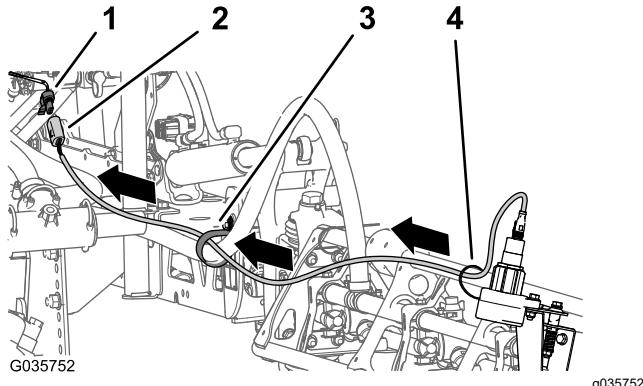

Bild 24
Stützklammer und den 4-Buchsen-Stecker des Kabelbaums vom Finishingkit für den Ultra Sonic Boom nach vorne zum Hubzylinderverteiler (Bild 24).
3. Schließen Sie die 4-Stift-Stecker für den linken und rechten Kabelbaum des Sensors am 4-Buchsen-Stecker des Kabelbaums für das Finishingkit für den Ultra Sonic Boom (Bild 24), die mit LEFT SONIC SENSOR und RIGHT SONIC SENSOR beschriftet sind.
5. Befestigen Sie das Kabel, das vom Sensor zum Ausleger verläuft, mit Kabelbinden (Bild 24).